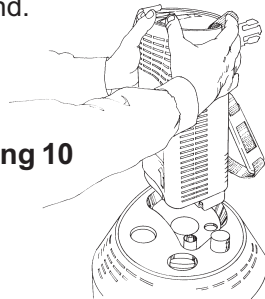

Abbildung 10
3. Halten Sie das tragbare Companion-Gerät mit beiden Händen und richten Sie das geformte Gehäuse über der entsprechenden ausgesparten Fläche in der Abdeckung der stationären Versorgungseinheit aus (siehe Abb. 10).